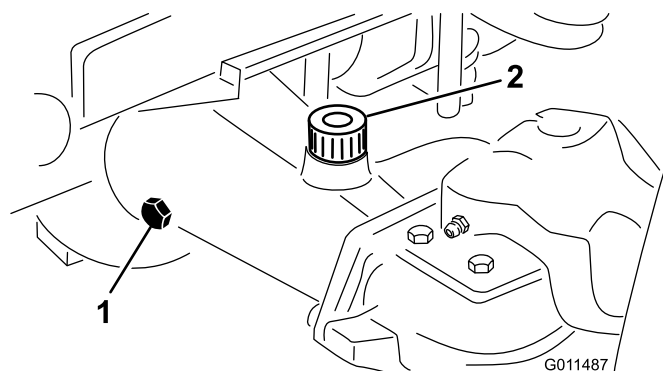

Figure 14
2. Enlevez un bouchon de contrôle à une extrémité du pont arrière (Figure 14) et vérifiez que le lubrifiant atteint la base de l'orifice. Si le niveau est bas, enlevez le bouchon de remplissage (Figure 14) et ajoutez suffisamment de lubrifiant pour rectifier le niveau.